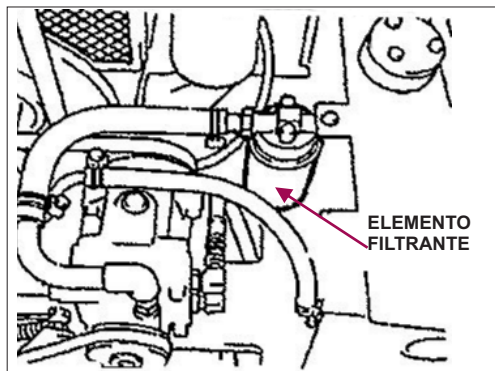

FIGURA 10
1.1 Utilize Elemento Filtrante Genuíno (Figura 10)